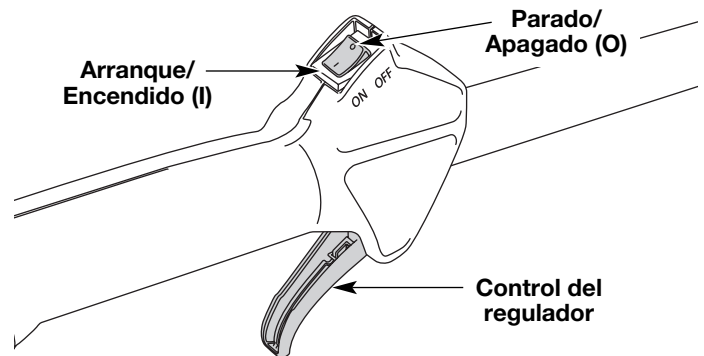

Fig. 10
3. Coloque el control de encendido y apagado en posición de ENCENDIDO (I) (Fig. 10).